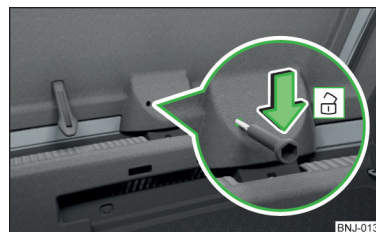

Fig. 195
- Introduzca un destornillador o una herramienta similar hasta el tope en la apertura del revestimiento de trampilla » fig. 195.